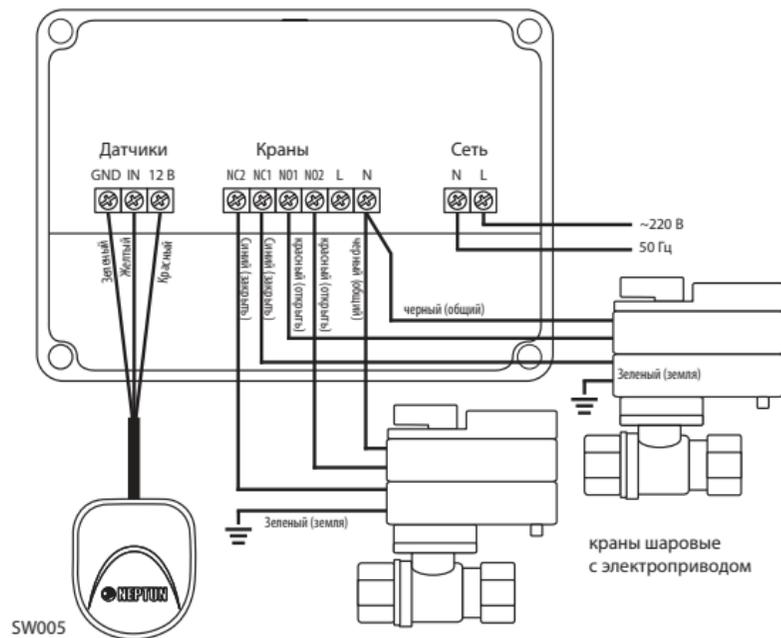

Рис. 2 Схема подключения кранов шаровых с электроприводом серии Neptun Bugatti Pro 220В к модулю управления Neptun Base
К модулю управления Neptun Base подвести фазу и ноль согласно схеме подключения (рис. 2, 3, 4).
2. Выполните соединение проводов в соответствии со схемой подключения, в зависимости от того, какие краны с электроприводом вы используете (рис. 2, 3 или 4);